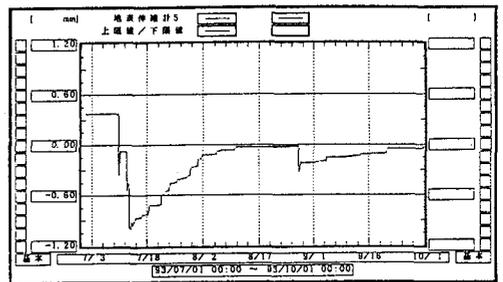

図2 地表面伸縮計の表示例
- ① 1時間ごとに伝送されるデータを画面に表示する。
- ② 伝送されたデータをハードディスクに保存する。
- ③ 管理基準値を越えた場合にブザーを鳴らすとともに異常データをカラー表示する。
- ④ 各鉄塔の計測器配置平面図を表示する。異常のあった計測器をカラー表示する。
- ⑤ 指定した計測器の時系列グラフ(1ヵ月, 3ヵ月, 1年)を表示する(図2)。